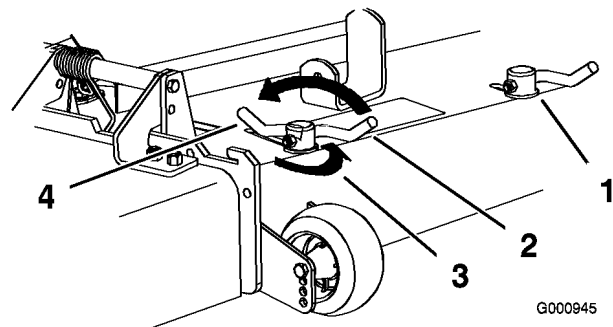

Bild 21
- Wenn Sie die Haltenocken einstellen möchten, schieben Sie den Hebel nach oben und lösen Sie die Haltenocke (Bild 21).
- Schieben Sie den Hebel zurück, um das Ablenkblech und die Haltenocken festzuziehen (Bild 21).